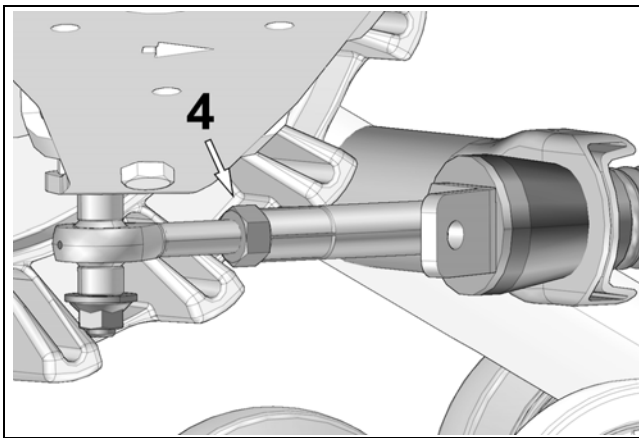

Abbildung 4
- Wenn der Anstellwinkel korrekt eingestellt ist, schrauben Sie die Gegenmutter (**4**) wieder mit einem Anzugsmoment von 40 Nm [30 lb•ft] fest. Siehe Abbildung 4.